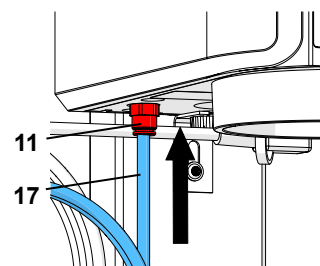

Abb. 5-a
Bei früheren Geräten ist der EingangsfILTER (12) außerhalb des Geräts angeordnet (Abb. 5-b). In diesen Fällen den Druckluftschlauch (17) in den in EingangsfILTER (12) einschieben. Dabei ist ein leichter Widerstand spürbar zu überwinden.